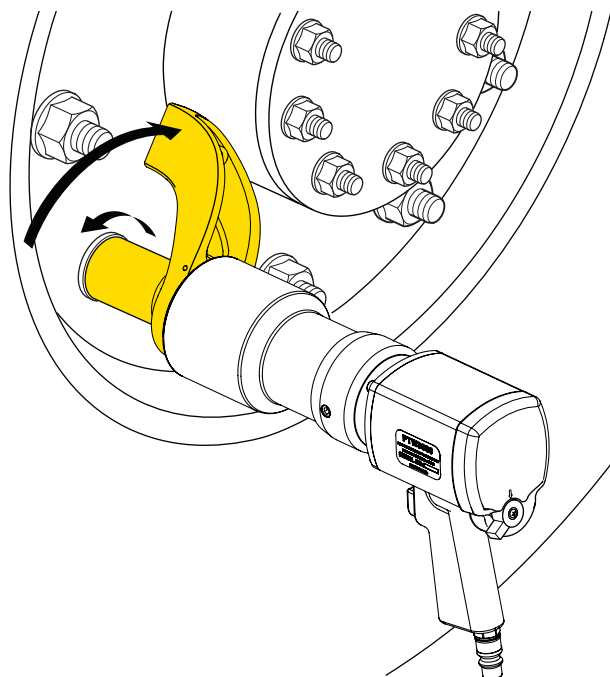

図9
10. 図9は、スクエアドライブが反時計回りに回転する場合のリアクションアームの位置を示しています。
12. ファスナーを緩める(反時計回り方向にトルクをかける)には:調整レバーが「R」の位置になっており、リアクションアームが図9の位置になっていることを確認します。その後、トリガーを完全に押し込み、ファスナーが緩むまで押したままにします。